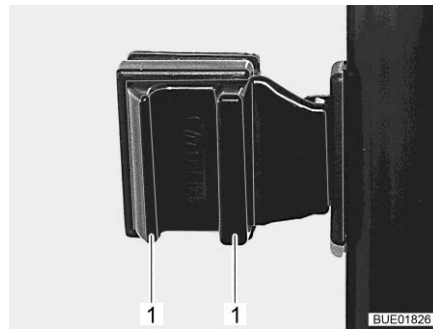

Bild 100 Schiebefenster mit Druckverriegelung
- Griffe (Bild 100,1) zusammendrücken und gedrückt halten.